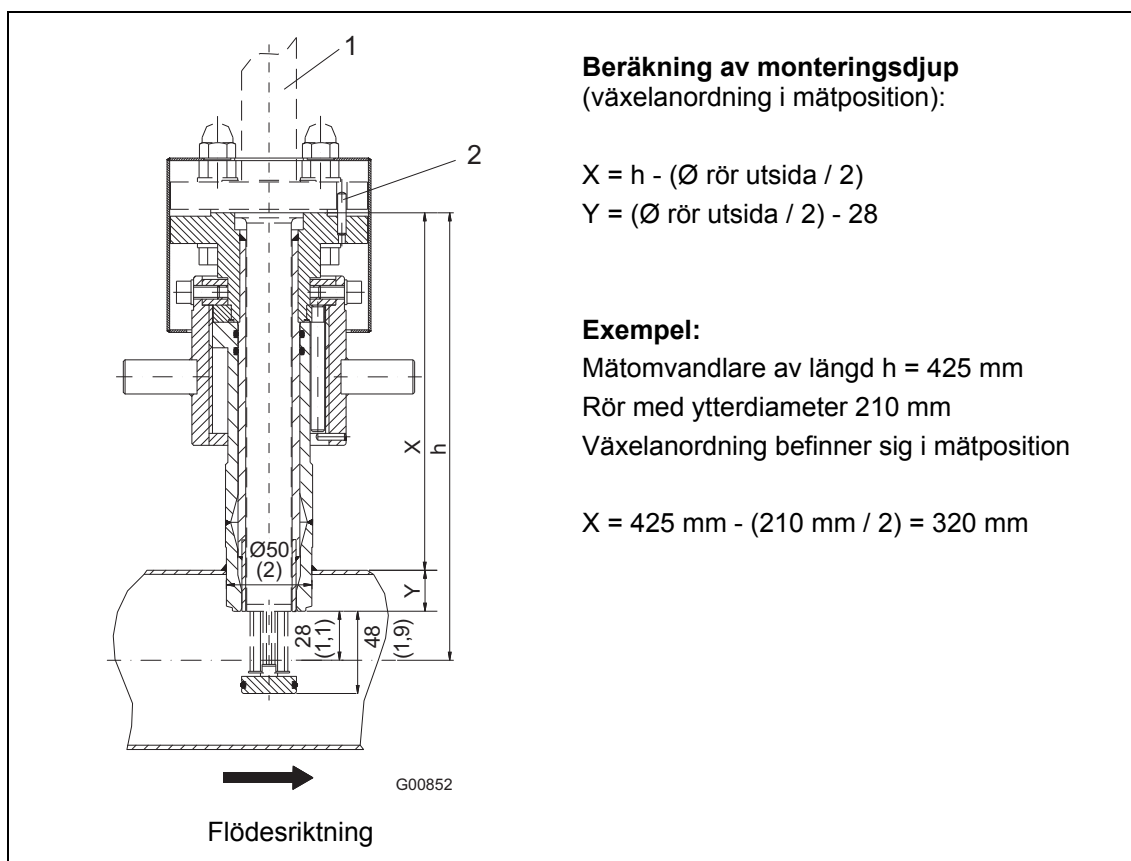

Fig. 9: Måttangivelser i mm (inch) Växelanordning i mätposition
- Adapterns centreringsstift ska stå i flödesriktningen mot röraxeln (utloppssidan, bakom mätstället), se Fig. 9.